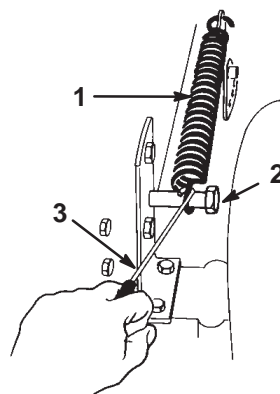

Bild 42
19. Haken Sie die Feder des Schnitthöhenhubs an der Befestigungsschraube ein (Bild 42). Verwenden Sie dazu das mit dem Traktor mitgelieferte Federwerkzeug.